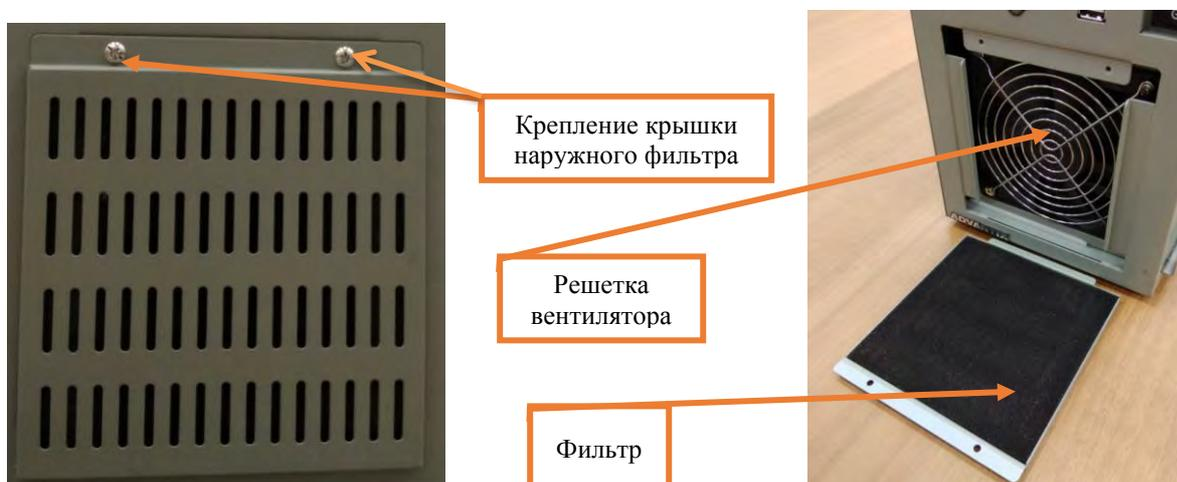

Рисунок 3. Очистка фильтра на лицевой панели системного блока.
7.1.6. Произвести очистку наружного фильтра (при необходимости заменить на новый), расположенного на лицевой панели системного блока, посадочного места, в котором он установлен, наружной решетки и решетки вентилятора с помощью чистящей салфетки (Рисунок 3). Для доступа к фильтру необходимо отвернуть крестовой отверткой два болта (Рисунок 3).